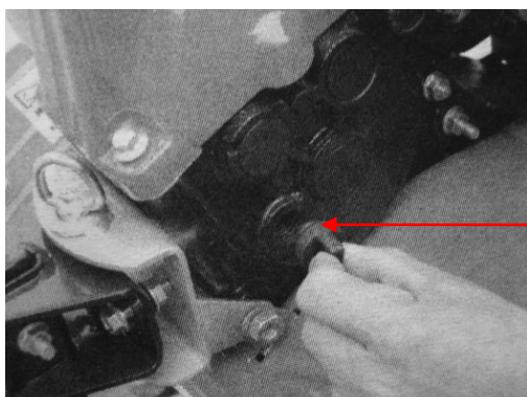

Figure 4
- Așezați motosapa pe o suprafață orizontală și deșurubați joja de verificare a nivelului de ulei (vezi fig.4)